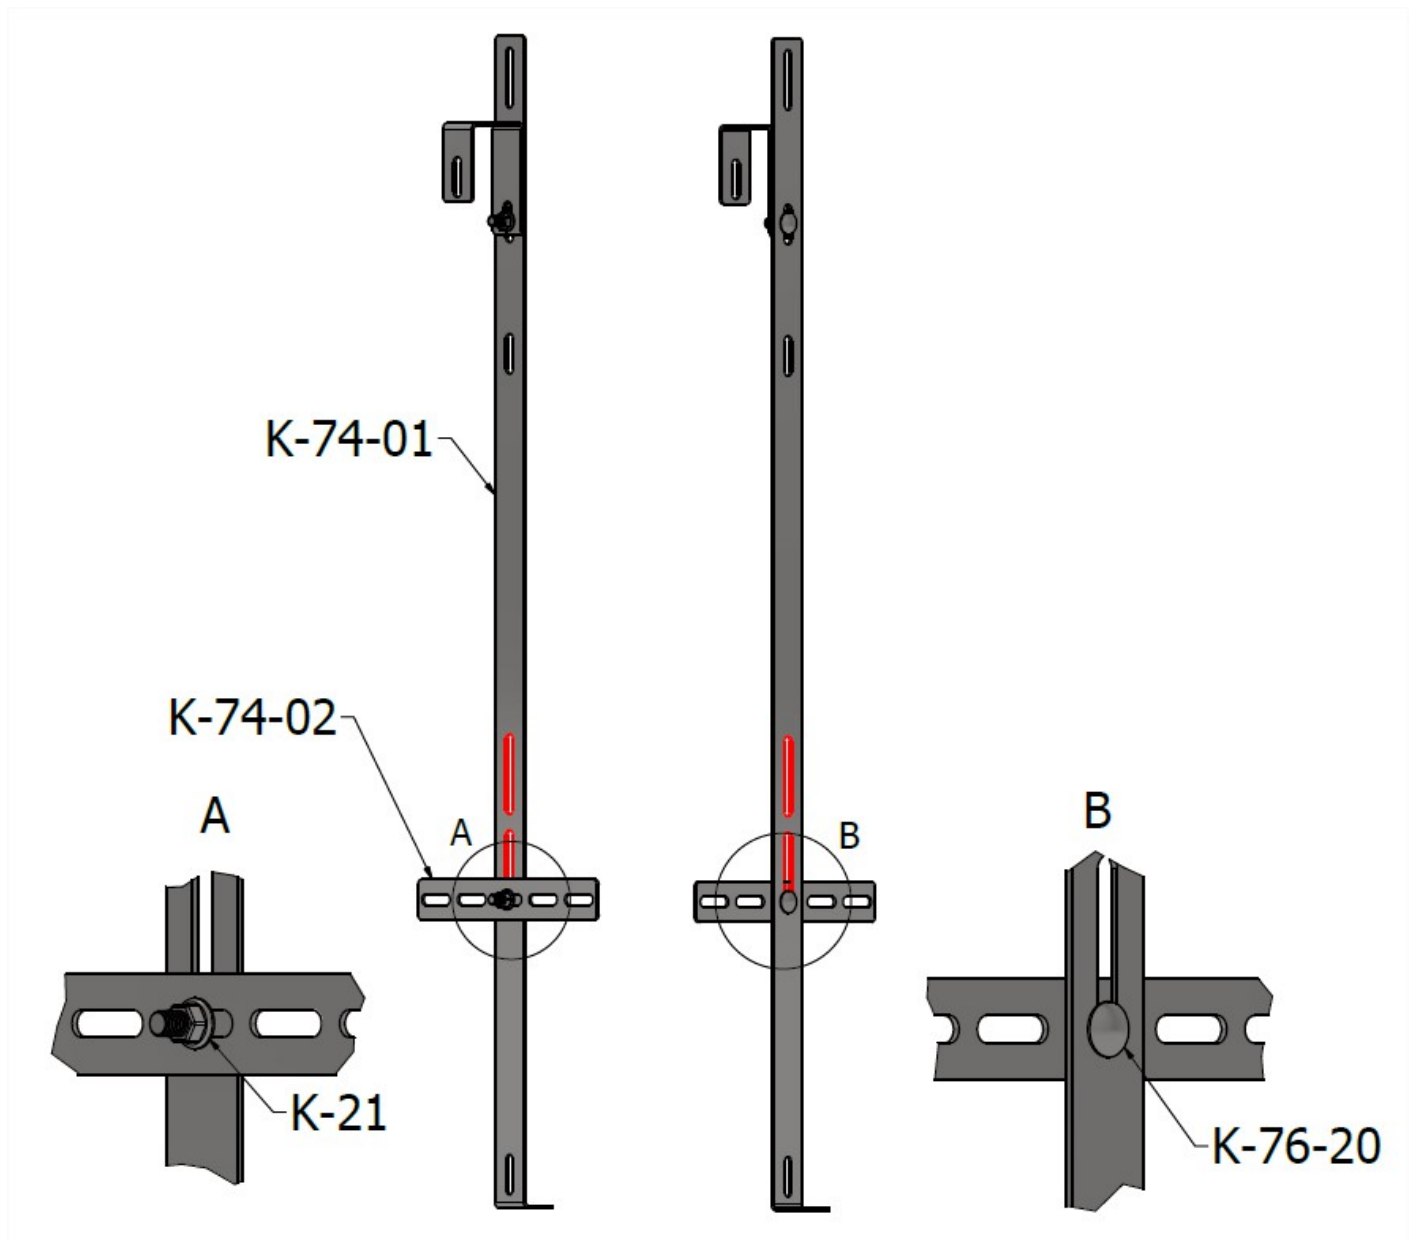

Abb. 4 Verschraubung des Flachstahls K-74-02 mit dem Haken K-71-01
3. Im nächsten Schritt muss der Flachstab K-74-02 mit der Schlossschraube K-76-20 und der Mutter K-21 am Haken K-74-01 vorverschraubt werden; verwenden Sie die entsprechende Bohrung, um die Baugruppe am Geländer zu befestigen (Abb. 4).